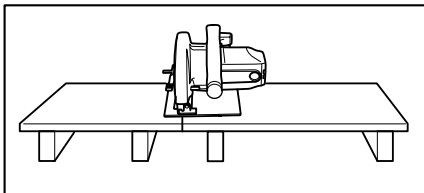

Fig. 1 Pour éviter les chocs en retour, la planche ou le panneau doit être soutenu près de la ligne de coupe.
**Soutenez adéquatement les grands panneaux afin de réduire au minimum le risque de pincement de la lame et de REcul.** Les grands panneaux ont tendance à s'affaisser sous leur propre poids. Placez des points d'appui sous le panneau des deux côtés, près de la ligne de coupe et près des bords du panneau, tel qu'illustré à la Fig. 1.